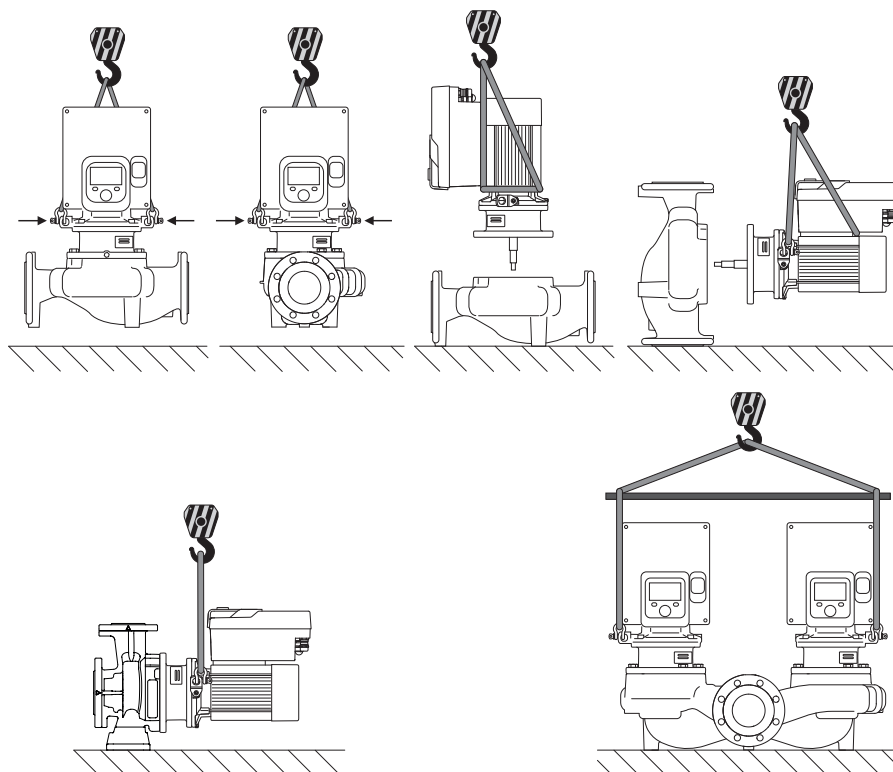

Fig. 6: Направление поднятия
Транспортировку насоса следует проводить с помощью разрешенных грузозахватных приспособлений (например, талей, крана и т. д.). Закрепление грузозахватных приспособлений должно осуществляться с использованием транспортировочных проушин на фланце электродвигателя. При необходимости сдвиньте подъемные петли под адаптерную плиту (Fig. 6).
2. С целью фиксации закрепить съемный блок (Fig. 4) с помощью подходящего подъемного оборудования, используя транспортировочные проушины. Чтобы блок не опрокинулся, закрепить электродвигатель и адаптер электронного модуля ремнем, как показано на Fig. 6. При закреплении не допускать повреждения электронного модуля.